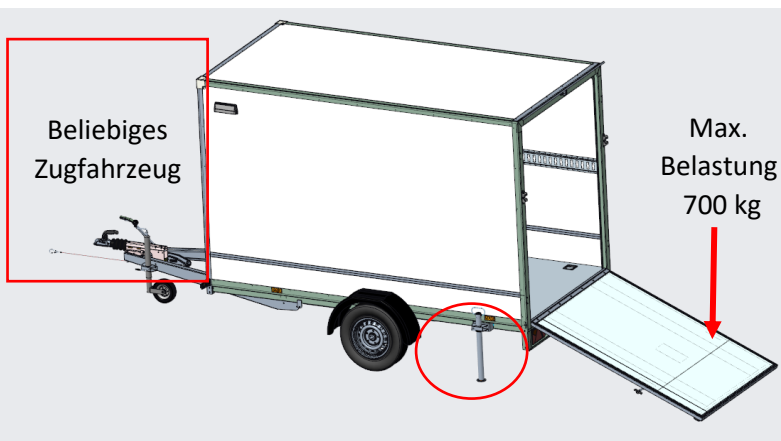

Abb. 6. Anhänger mit Rampe
7. Der maximale Druck auf die Rampe beträgt ca. 700 kg (Abb. 6).